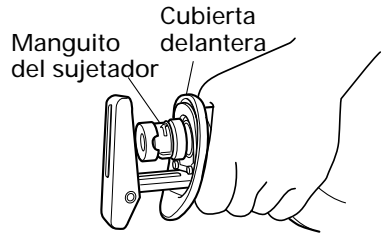

Fig. 5
- (1) Conecte y desconecte el gatillo conmutador varias veces de manera que el manguito del sujetador salte completamente de la cubierta delantera. Seguidamente, desconecte el interruptor y extraiga la batería. (Fig. 5)
- No desmonte la cubierta delantera (consulte la Fig. 5). Asegúrese de sujetar el cuerpo desde la parte superior de la cubierta delantera.